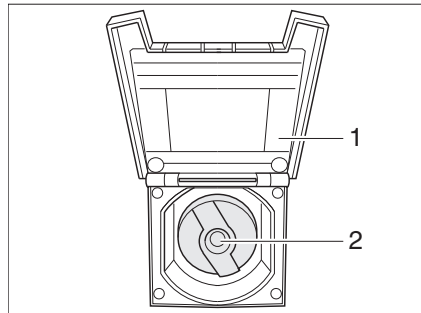

Fig. 145 Tapa de cierre para el tubo de llenado de agua potable
- Abrir la tapa (Fig. 145,1) para el tubo de llenado de agua potable.
- Introducir la llave en el cilindro de cierre (Fig. 145,2) y girarla un cuarto de vuelta en sentido contrario a las agujas del reloj.
- Abrir el tubo de llenado de agua potable (Fig. 145).